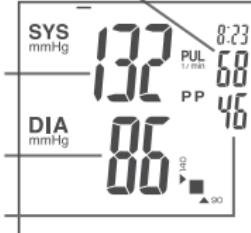

Рис.11
- Когда измерение будет завершено, на дисплее будут показаны значения артериального давления, пульсовое давление, шкала по ВОЗ и частота пульса (рис.11). Прибор автоматически выпустит воздух из манжеты.